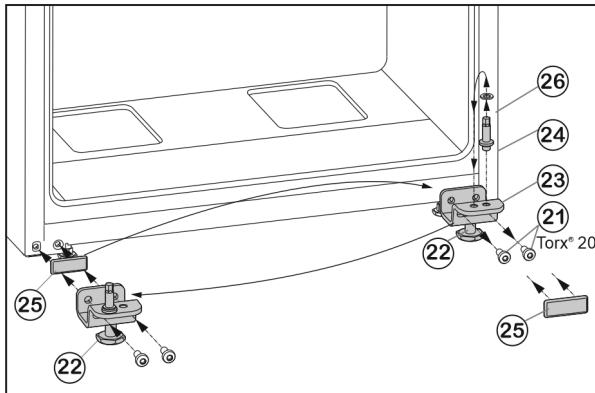

Fig. 7
- ▶ Vyskrutkujte upevňovacie skrutky Fig. 7 (21).
- ▶ Kompletnejšiu ložiskovú konzolu dole Fig. 7 (23) odoberte spolu s ložiskovým čapom Fig. 7 (24), podložkou Fig. 7 (26) a nastaviteľnou nohou Fig. 7 (22).
- ▶ Ložiskový čap Fig. 7 (24) kompletnie spolu s podložkou Fig. 7 (26) vyskrutkujte, premiestnite ho do protiahľadého otvoru uloženia ložiskovej konzoly a znova ho pevne priskrutkujte.
- ▶ Opatrne odnímte kryt Fig. 7 (25) a premiestnite ho na opačnú stranu.
- ▶ Ložiskovú konzolu dole Fig. 7 (23) kompletnie spolu s ložiskovým čapom Fig. 7 (24), podložkou Fig. 7 (26) a nastaviteľnou nohou Fig. 7 (22) znova naskrutkujte na novú stranu závesu, príp. ju znova pomocou akumulátorového skrutkovača **pevne utiahnite (4 Nm)**.
- ▶ Dvere nasadťte zhora na ložiskový čap Fig. 7 (24).
- ▶ Vytočte nastaviteľnú nohu Fig. 7 (22) na ložiskovej konzole dole Fig. 7 (23), pokial nedosadá na podlahu.